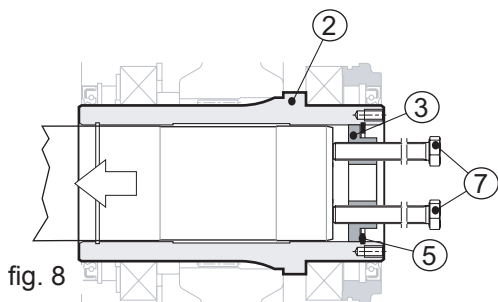

fig. 8
Quitar el tornillo de fijación (pos. 6), la placa de fondo (pos. 3) y el anillo Seeger (pos. 5) de sus alojamientos. Dar la vuelta a la placa de fondo (pos. 3), volver a colocarla en su alojamiento en el interior del eje hembra (pos. 2) del reductor y bloquearla con el anillo Seeger para internos (pos. 5). Introducir dos tornillos (pos. 7) en los dos orificios roscados de la placa de fondo (pos. 3), enroscarlos hasta que toquen el eje de la máquina (pos. 1) y seguir enroscándolos de forma alterna dando una vuelta por vez como máximo (véase fig. 8).